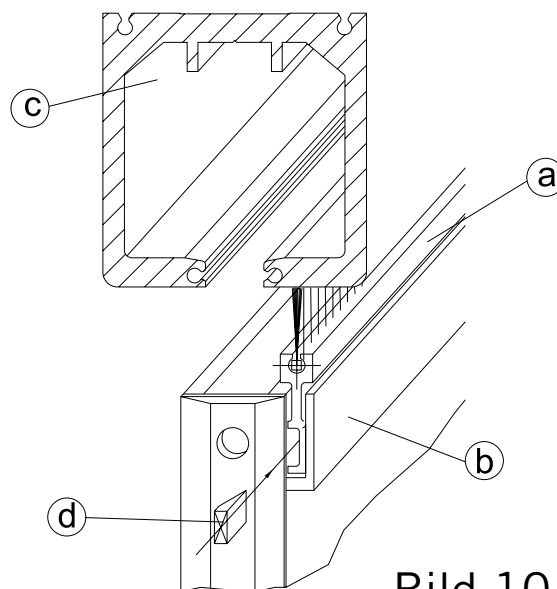

Bild 10
10. Anbringung der Bürstendichtung (Bild 10):